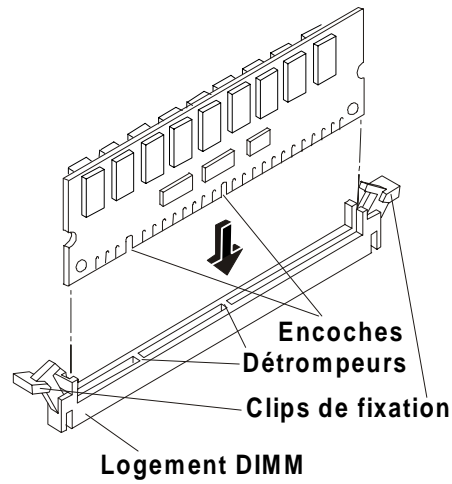

Figure 4-3. Alignement du module DIMM et du logement
9. Écartez les deux clips de fixation du logement. Reportez-vous à la figure 4-3.
10. Alignez les encoches du module DIMM avec les détrompeurs du logement. Reportez-vous à la figure 4-3.